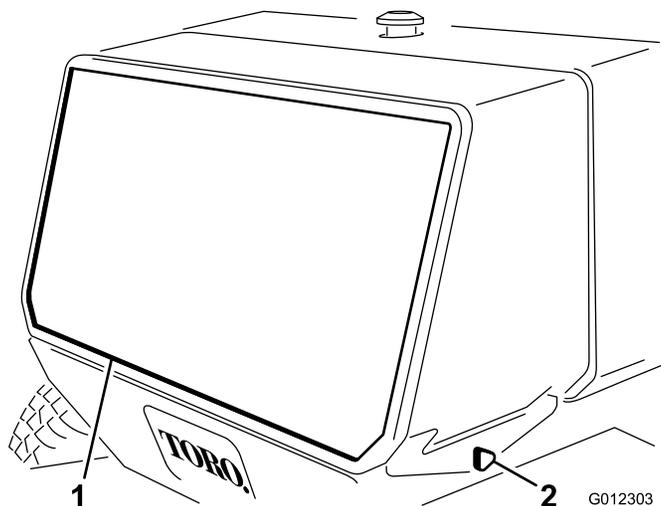

Bild 38
4. Entfernen Sie die Handräder, mit denen das Heckgitter am Rahmen befestigt ist, entfernen Sie das Gitter (Bild 38).